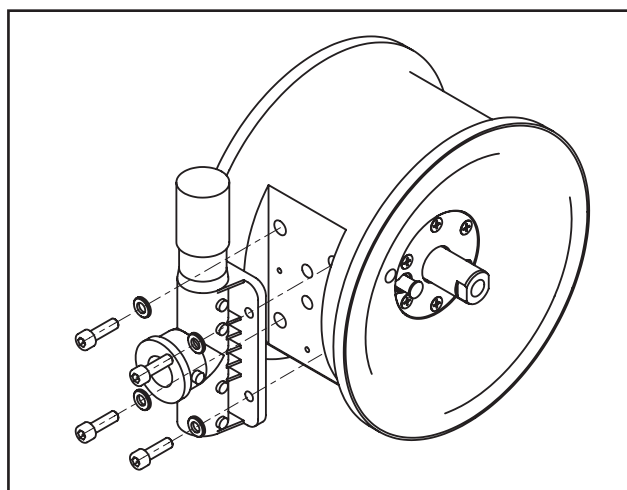

Fig. 19: Sistema DEPA AirSave (DL15/25/40)
- Desapertar os quatro parafusos de fixação no bloco de comando. Agora é possível retirar a completa válvula de comando do bloco de comando. Isto também é possível sem desmontar previamente a bomba. (Fig. 19).